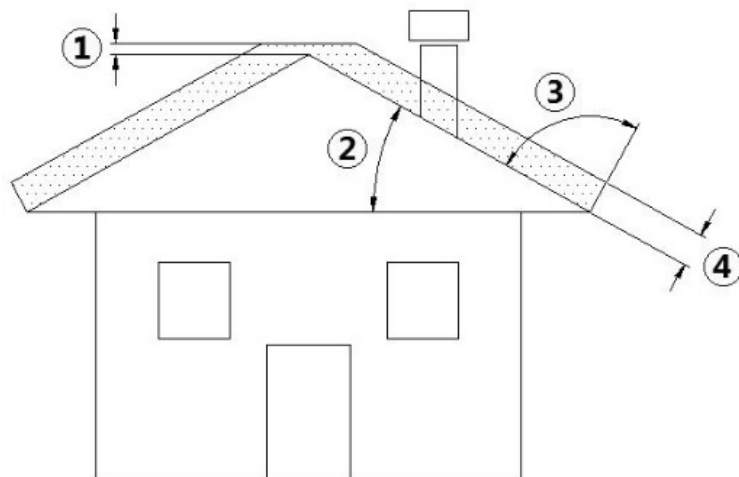

Fig. 3 - κεκλιμένη στέγη
LEGEND	Fig. 3
- Το ύψος στο οποίο τα καυσαέρια απορρίπτονται στην ατμόσφαιρα πρέπει να είναι έξω από την ζώνη παλινδρόμησης η οποία δημιουργείται από τη δομή της στέγης ή από κοντινά εμπόδια. (βλέπε **Fig. 3**).